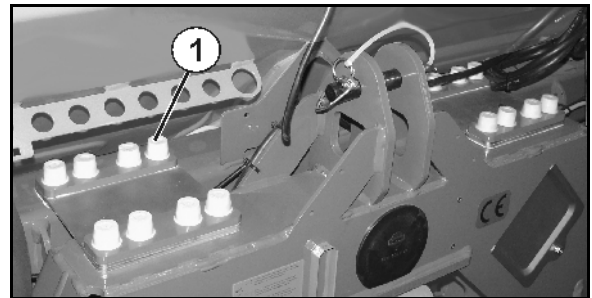

Fig. 54
- 2 x 8 skruvar till bladfjädrarna (Fig. 54/1)